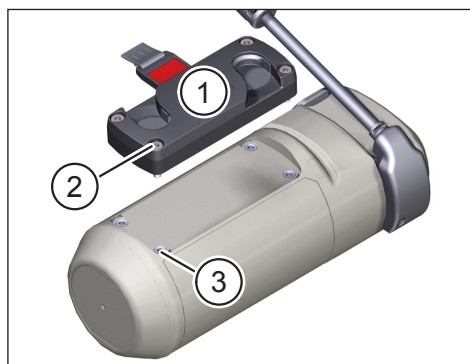

Fig. 17: Fästa FIDLOCK® Force Connector på räckviddsförlängaren
- ▶ Fäst FIDLOCK® Force Connector (nr 1 i fig. 17) i gängorna (nr 3 i fig. 17) i räckviddsförlängaren med de fyra medföljande M4 × 16 hålskruvarna (nr 2 i fig. 17).